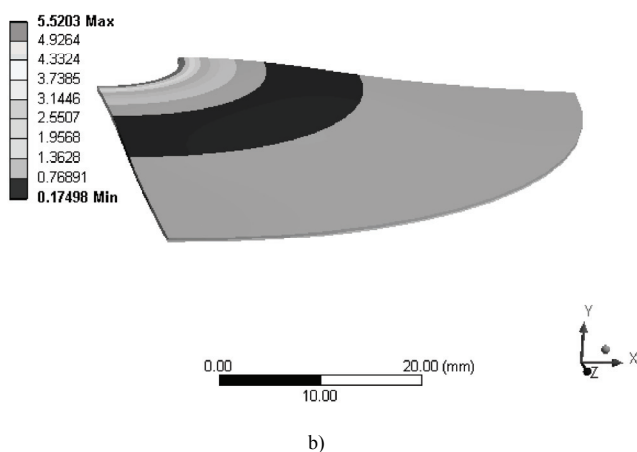

图 14-17 2.e-004s 求解应力结果
7) 在 Outline 树结构图中的 Equivalent Stress 上单击右键, 在弹出的快捷菜单中选择 Evaluate All Results, 此时进行求解, 求解后得到的图形如图 14-17 所示。